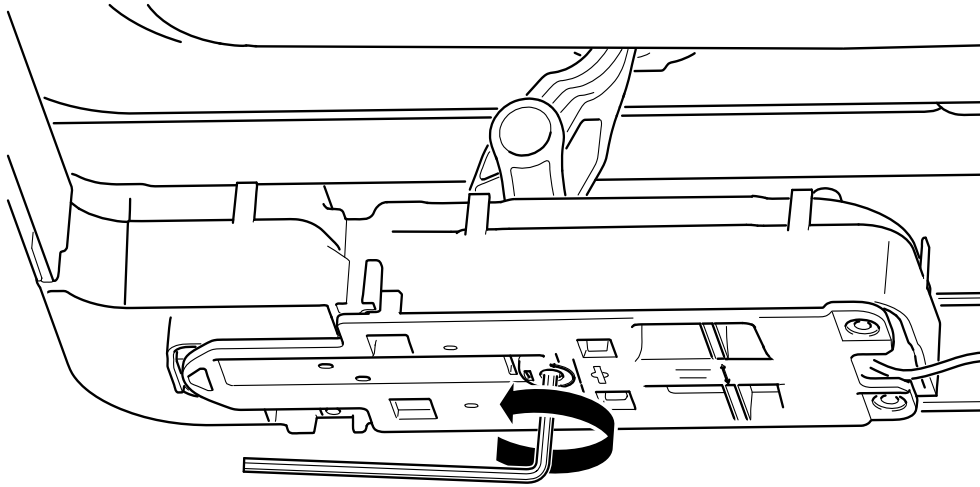

Abb. 501 Manuelle Einstellung
3. Loch am Boden der Ausstellmechanik lokalisieren (siehe Abb. 501), Innensechskantschlüssel (6mm) einführen und Schlüssel in die gewünschte Richtung drehen